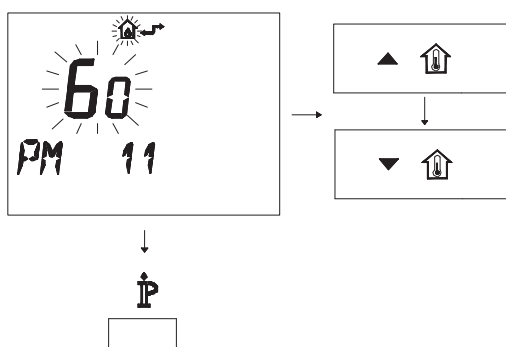

Рисунок 5.42
- Измените заданное значение при помощи кнопки **▲** **↑** или **▼** **↑** и подождите, пока заданная цифра не начнет мигать (Рисунок 5.42). Каждое изменение в сторону увеличения или уменьшения соответствует 1 секунде.